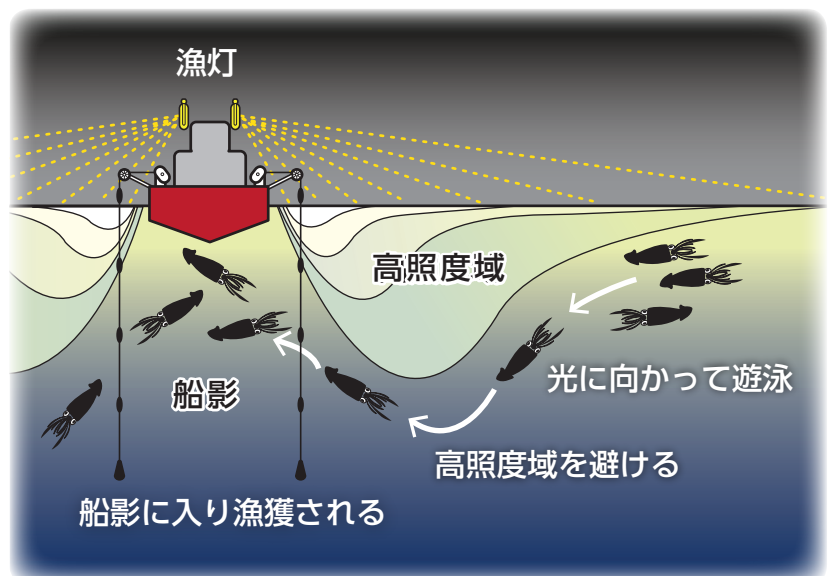

図3. イカが光に誘われて漁獲されるまで
これまでの調査により、スルメイカ（以下、イカと略します）は夜間に、①光に向かって泳ぐ ②表層付近に分布する ③目は暗いところに慣れている ④船影に多く分布することが分かっています。そこで、イカは光に誘われて漁船まできたものの、明るすぎるところを避けようと船底の影になるところに入り込み、そこにある擬餌針に飛びついて漁獲される、という仮説を立て、調査をしました（図3）。